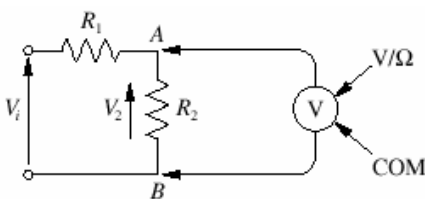

Fig. S4 Schema di misura come V-metro.
**Voltmetro.** Lo schema di inserzione per la misura della tensione  $V_{AB}$  fra i punti A e B di un circuito è illustrato in fig. S4. In questo tipo di funzionamento lo strumento può misurare tensioni continue o alternate, a seconda della selezione. Esso presenta un'elevata impedenza interna in modo che il suo inserimento nel circuito non perturbi sensibilmente la distribuzione dei potenziali effettivi e che pertanto l'errore di consumo si mantenga basso. In alternata la maggior parte dei multimetri fornisce il valore efficace del segnale, anche per forme d'onda non sinusoidali (multimetri a vero valore efficace: true RSM). La misura però è attendibile solo se la frequenza del segnale si mantiene all'interno di una banda specificata, di solito da pochi Hz a qualche decina di kHz. Anche se meno diffusi esistono strumenti che rilevano il valore medio o il valore di picco del segnale, ma forniscono il risultato della misura in valore efficace sfruttando opportuni fattori di conversione.